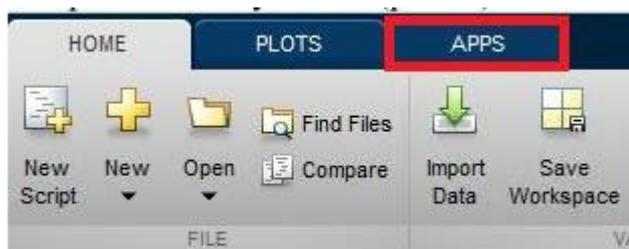

Рис.7 – Выбор вкладки APPS
3. Открыть окно для просмотра графиков, характеризующих показатели качества системы. Для его вызова необходимо выбрать вкладку APPS (рис. 7).